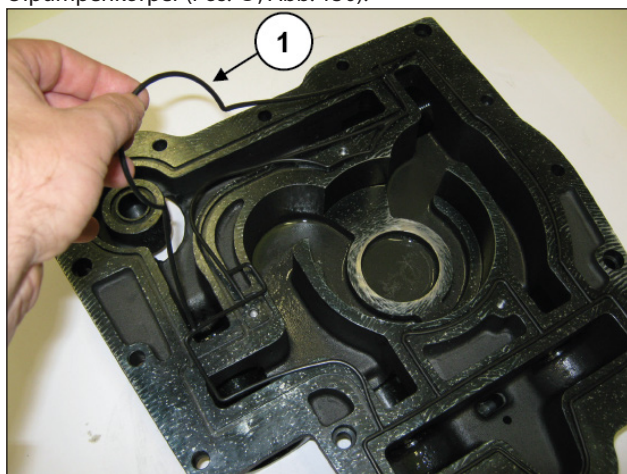

Abb. 150
Setzen Sie die O-Ring-Formdichtung in ihren Sitz im Ölpumpenkörper (Pos. ①, Abb. 150).